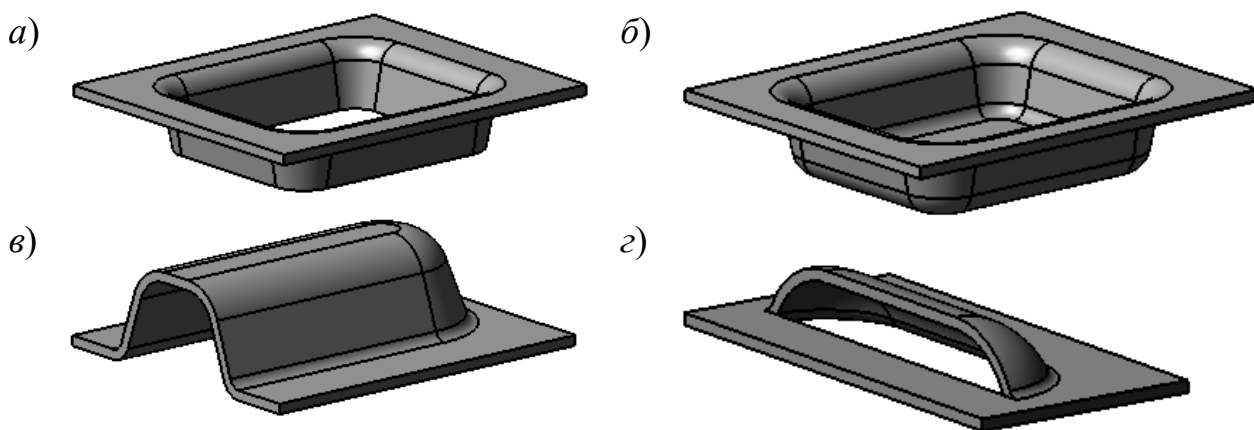

Рисунок 16.4 – Штамповочные элементы
- открытая и закрытая штамповка (рисунок 16.4, *a*, *б*);
- буртик (рисунок 16.4, *в*);
- жалюзи (рисунок 16.4, *г*).